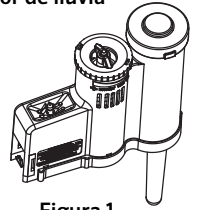

Figura 1
- La unidad se puede probar por sí sola de la siguiente manera: Mantenga presionado el poste en la sección de respuesta rápida. A los tres segundos de mantener presionado este poste, el LED que sobresale de la maceta debe parpadear una vez. Suelte el poste, y a los tres segundos, el LED debe parpadear una vez más (Figura 1).